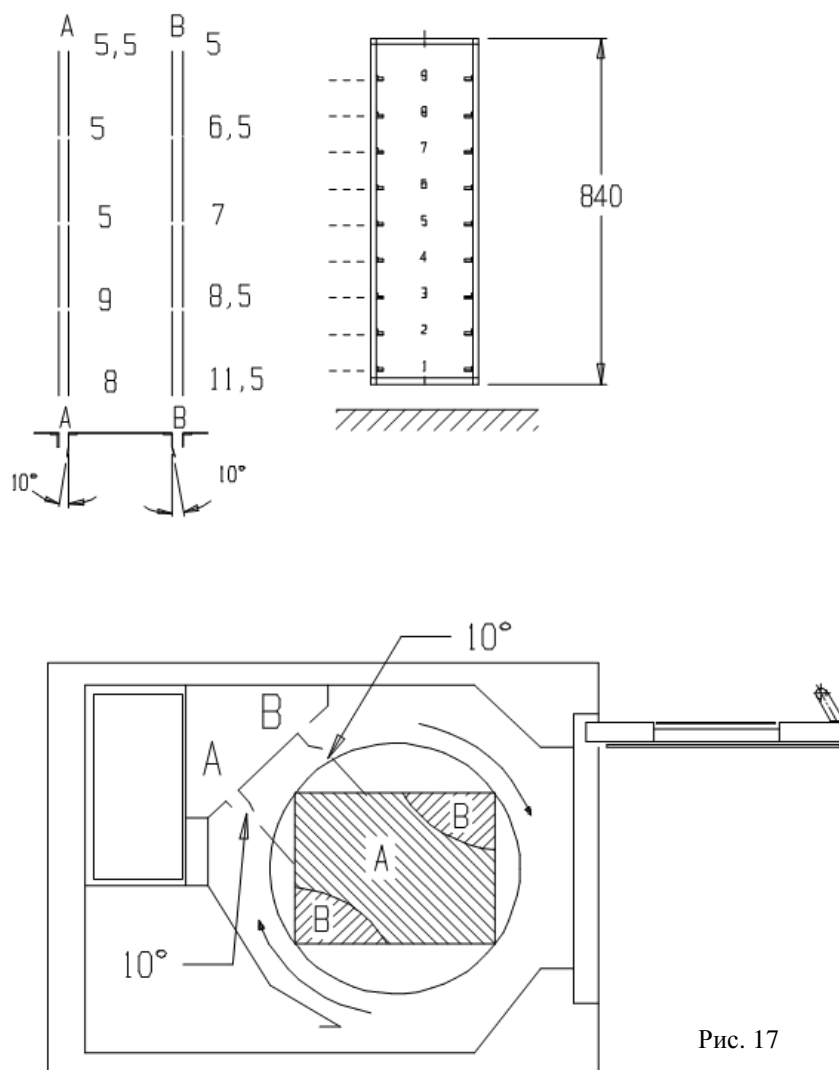

Рис. 17
Далее можно увидеть предполагаемые размеры (в мм) заслонок для подачи воздуха для получения равномерной выпечки. В случае необходимости, например, для особых продуктов, можно отрегулировать подачу воздуха в камеру выпекания, изменив сечение выходного отверстия воздуха. Два ряда заслонок указаны на рис. 17 буквами А и В с вращением по часовой стрелке, начиная с парогенератора.
- для регулировки интенсивности выпекания по центру противня необходимо отрегулировать заслонки ряда А рис. 17;
- для регулировки интенсивности выпекания по периметру противня необходимо отрегулировать заслонки ряда В рис. 17;